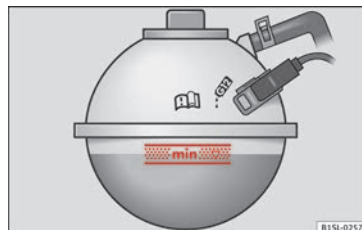

Fig. 109 En el vano motor: Marca en el depósito de expansión del líquido refrigerante.
- Con el motor en frío, verifique el nivel del líquido refrigerante mediante la marca lateral del depósito de expansión » fig. 109.
- El nivel del líquido refrigerante debe encontrarse dentro de las marcas grabadas en el depósito de expansión » fig. 109. **No rebase el borde superior de la zona marcada** » .
- Añada líquido refrigerante sólo hasta el borde superior de la zona marcada » fig. 109. De lo contrario, al subir la temperatura el líquido sobrante, saldrá por presión del sistema de refrigeración causando deterioros.